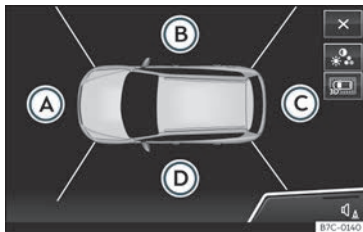

Fig. 245 Visualització del sistema de visió perifèrica: perspectiva aèria.
Botons de funció **fig. 245**:
Combinant les imatges de totes les càmeres es genera la perspectiva aèria >>> **fig. 245**.
Fent clic sobre les diferents àrees >>> **fig. 245** (A) a (D) de la perspectiva aèria o de la perspectiva aèria reduïda, es pot seleccionar la vista corresponent.
A la pantalla del sistema d'Infotainment s'hi mostra la perspectiva aèria >>> **fig. 245**. Si es prem la tecla P_{vis} circulant a més de 15 km/h (9 mph), no s'hi mostrarà la imatge.